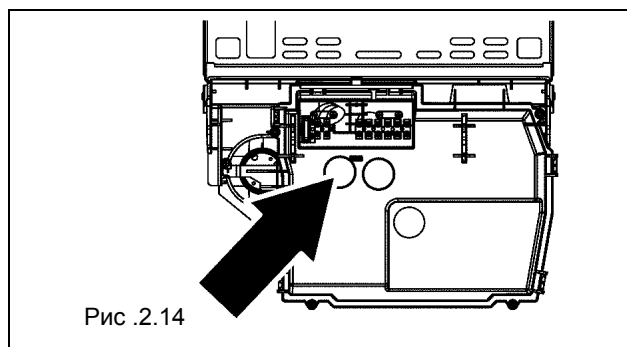

Рис. 2.14
- Поверните панель приборов вперед и снимите крышку, закрывающую доступ к плате управления (рис. 2.14)